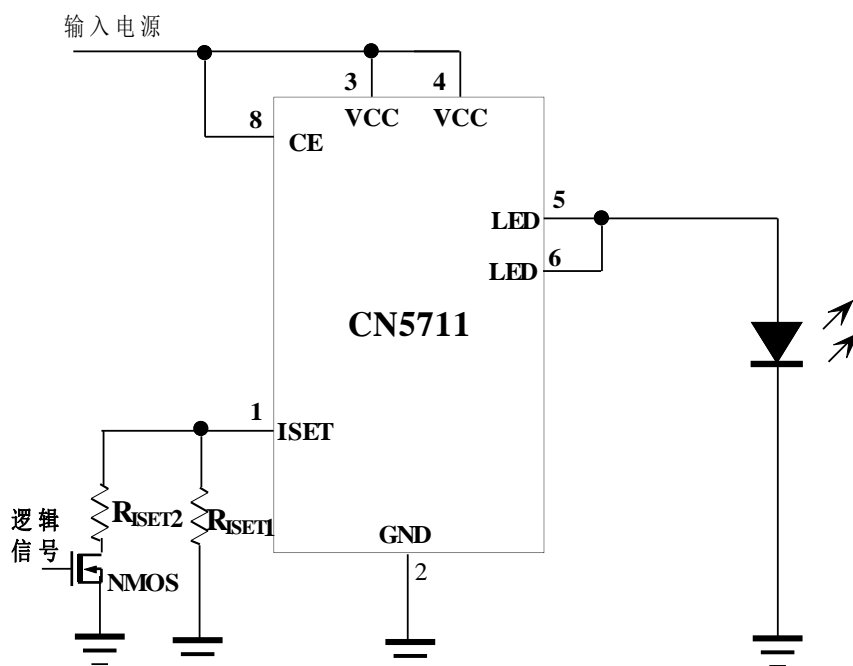

图4 用逻辑信号调整亮度
2. 用逻辑信号调整发光二极管的亮度，如图4所示
如果只需要分几档来调整发光二极管的电流，可以用逻辑信号来实现，图4示出了分两个档次来调整发光二极管的电流的电路。Riset1 设置了流经LED管脚的最小电流，当N沟道场效应晶体管导通时，